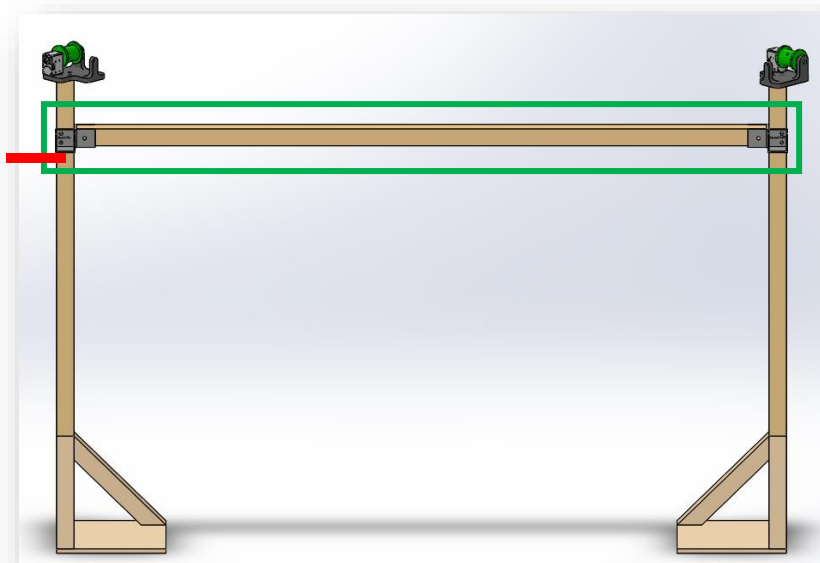

Figure 6 : Cadre de soutien entre les piliers
- 2) Positionner le support du cadre sur le pilier au-dessus du trait rouge, représenté à la Figure 6. Percer le pilier au travers des trous du support du cadre.
- 1) Déposer la poutre dans les supports du cadre comme indiqué dans l'encadré vert à la Figure 6.